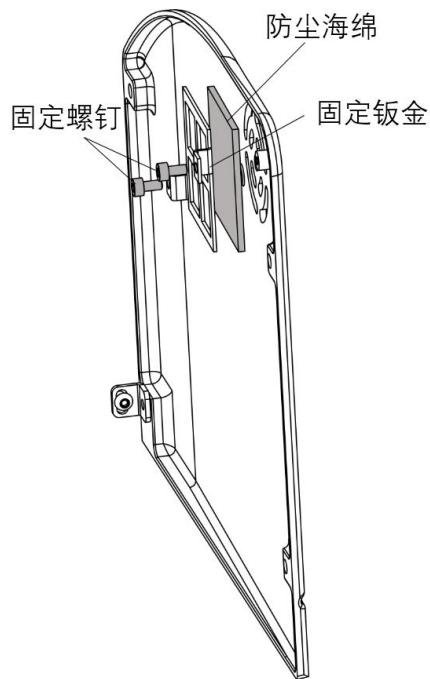

图 4-8 防尘海绵示意图
**步骤2** 使用 2.5 号内六角扳手拆卸固定钣金的两颗螺钉，取下固定钣金和防尘海绵，如图 4-8 所示。